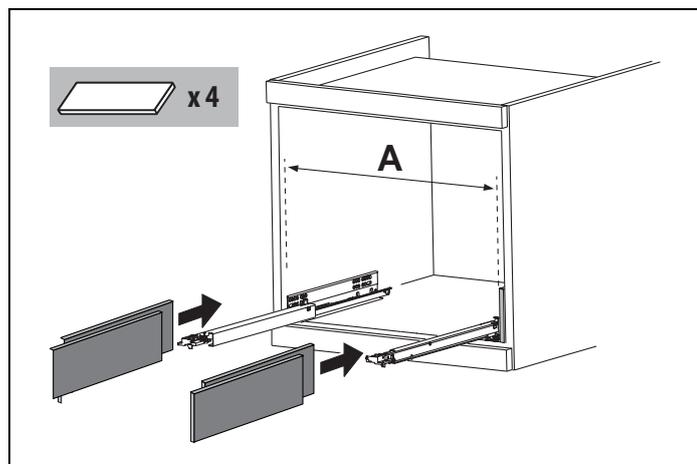
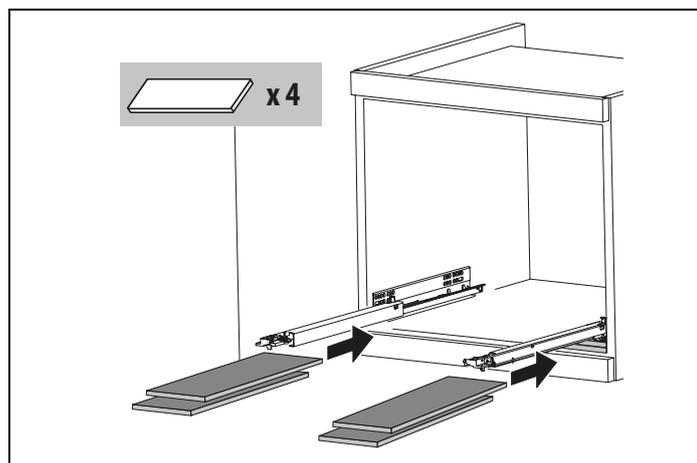

Fig. 8
Fig. 9
- Si nécessaire, corriger l'alignement de l'appareil en positionnant les entretoises fournies sous ou sur les côtés du support (Fig. 8 , Fig. 9).